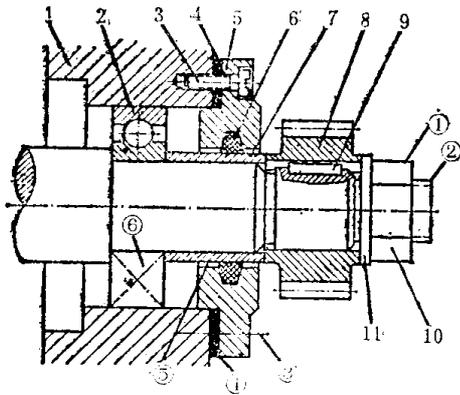

图 1-5 装配图中的简化画法
(1) 一组图形：表示零件之间的相互位置、装配连接关系及机器的工作原理等。装配图除了零件图一样用视图、剖视、剖面等方法表示内部和外部结构形状外，还有一些特殊的表示方法，如图1-5所示装配图中的简化画法。